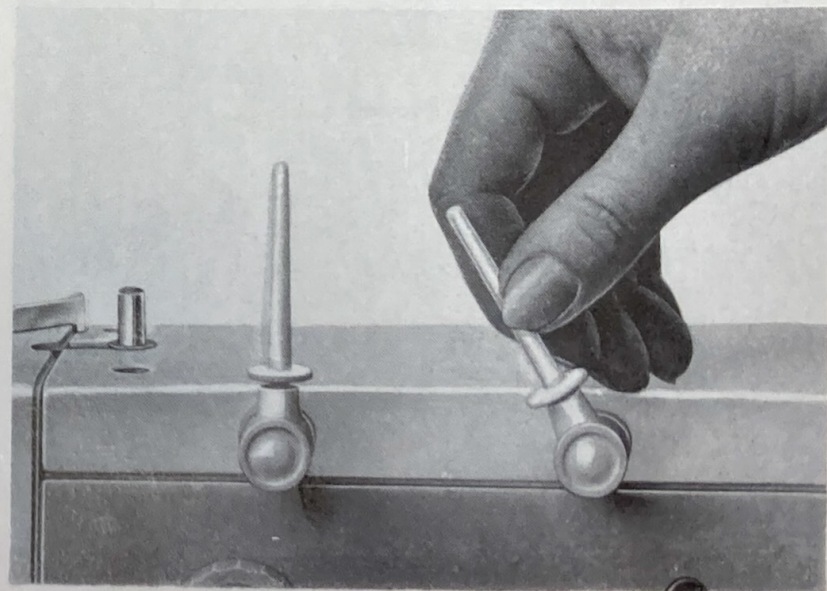

Abb. 6
8. Der Garnrollenhalter (Abb. 6)